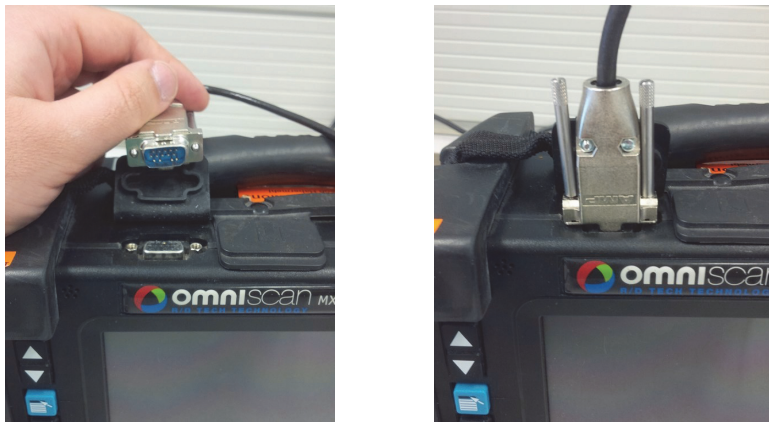

Figure 2-12 Connexion du câble du codeur sur l'OmniScan MX
7. Connectez le codeur sur l'OmniScan MX (voir la Figure 2-12 à la page 36).